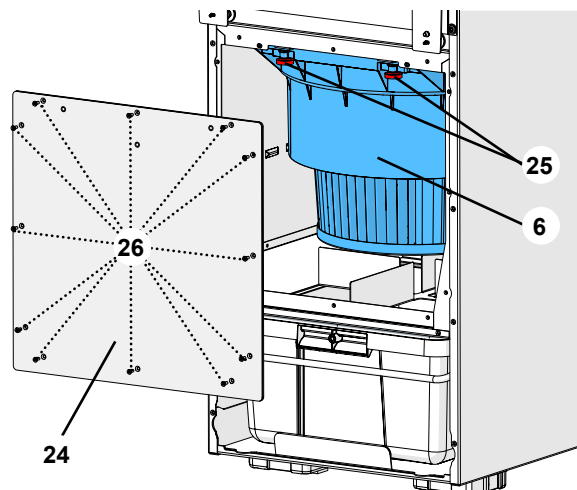

Fig. 25
- ⇒ Poser le bord arrière de l'unité de filtration fine sur les rails de guidage (27), l'insérer complètement et la rabattre vers le haut.
- ⇒ Monter les vis de fixation (25, Fig. 25) et les serrer.
S'il est impossible de mettre en place la tôle de recouvrement, cela signifie que l'unité de filtration fine n'est pas encore entièrement insérée dans le boîtier ou qu'elle se trouve dans une position trop basse parce que les vis de fixation (25, Fig. 25) ne sont pas suffisamment serrées.